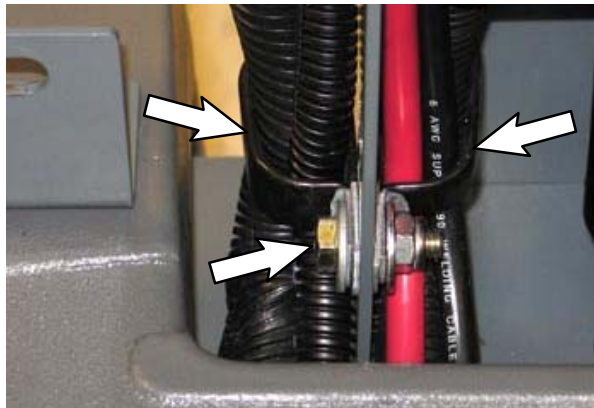

FIG. 22
24. Retire los tornillos de las dos abrazaderas de cable inferiores del canal de dirección. Deje flojas las abrazaderas en el mazo de cables. (Fig. 22)
NOTA: en caso necesario, retire la abrazadera de cables superior situada encima de la abrazadera en la Fig. 22 para aflojar el mazo de cables principal en el canal de dirección.